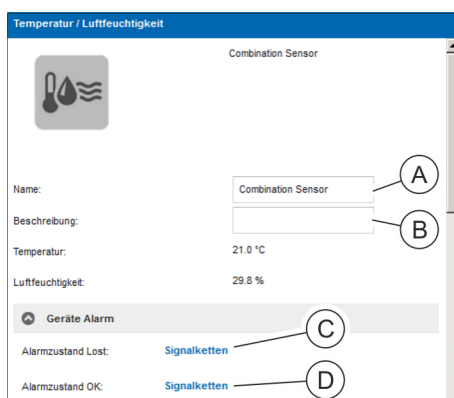

Abb. 137: Detailansicht (Teil 1/2)
6. Für den ausgewählten Sensor bei Bedarf die Benennung ändern (Abb. 137/Ⓐ) und bei Bedarf eine Beschreibung (Abb. 137/Ⓑ) hinzufügen.
7. Im Bereich „Geräte-Alarm“ für den „Alarmzustand LOST“ und „Alarmzustand OK“ bei Bedarf eine Signalkette konfigurieren. Dazu auf die Schaltfläche „Signalketten“ (Abb. 137/Ⓒ bzw. Ⓓ) klicken.